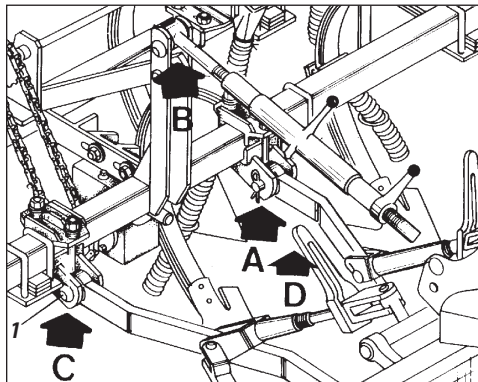

FIGURA 4
01 - Engatar o braço inferior esquerdo do trator com o pino de engate item 1, figura 4 no suporte "A" do cultivador.